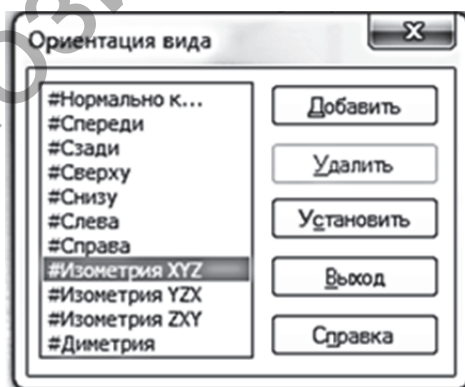

Рисунок 8.2
2. На панели «Вид» раскройте список «Ориентация» и укажите вариант «Изометрия XYZ» (рис. 8.2).